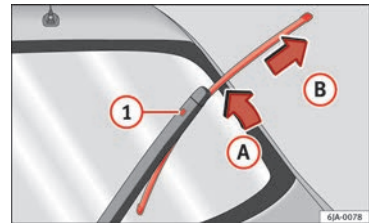

Fig. 71 Escobilla del limpiacristales.
- Retire el brazo del limpiacristales desde el cristal moviendo ligeramente la escobilla en el sentido del brazo – flecha (A) » fig. 71.
- Con la otra mano desbloquee el seguro ① y saque la escobilla en el sentido de la flecha (B).